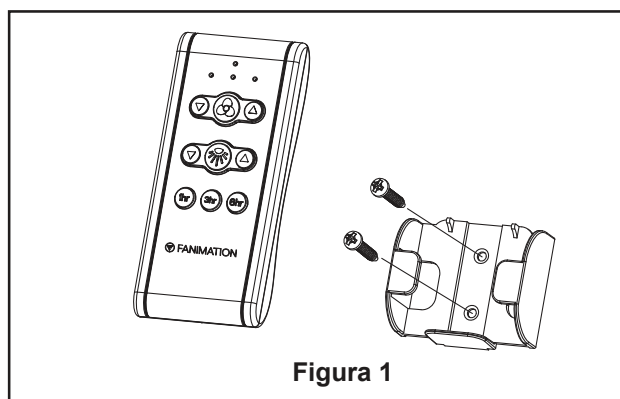

Figura 1
1. **Instalación de la placa de la pared: (Figura 1)**